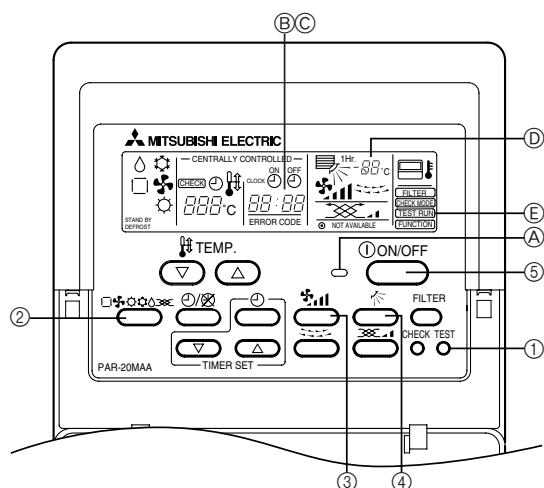

Fig. 7-1
7. Marche d'essai (Fig. 7-1)
| 7. Proefdraaien (Fig. 7-1) | 25 |